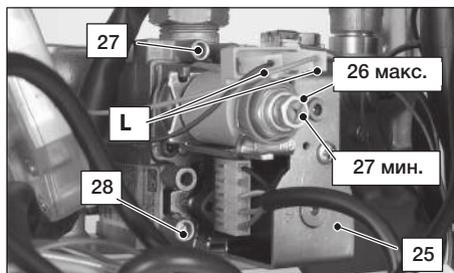

Рисунок 7.3
- Выключив котел (приведя его в нерабочее состояние), проверьте давление питания при помощи отвода 28 (см. Рисунок 7.3) и сравните считанное значение со значениями, приведенными в таблице «номинальное давление газа» в разделе «Технические характеристики» на с. 21.
- Тщательно закройте отвод для замера давления 28 (см. Рисунок 7.3).
- Откройте отвод для замера давления 27 (Рисунок 7.3) и подсоедините манометр.
Чтобы откалибровать давление в горелке, поворачивайте большую шестиугольную латунную гайку модулирующего устройства 26 (макс.), см. Рисунок 7.3 (при вращении гайки по часовой стрелке давление увеличивается).
- Отсоедините один из двух проводов питания «С» модулирующего устройства 26. Внимательно следите за тем, чтобы не прикасаться к металлическим частям котла (см. Рисунок 7.3).
- Подключите провод питания «С» к модулирующему устройству (Рисунок 7.3).
- Закройте отвод для замера давления 27 (Рисунок 7.3).
**Важно! Измерив давление газа, необходимо тщательно закрыть отводы, использованные для замера давления (28 и 27, Рисунок 7.3). После проведения всех операций по регулировке газа необходимо опломбировать регулировки клапана.**
- Откройте отвод для замера давления 27 (Рисунок 7.3) и подключите манометр.